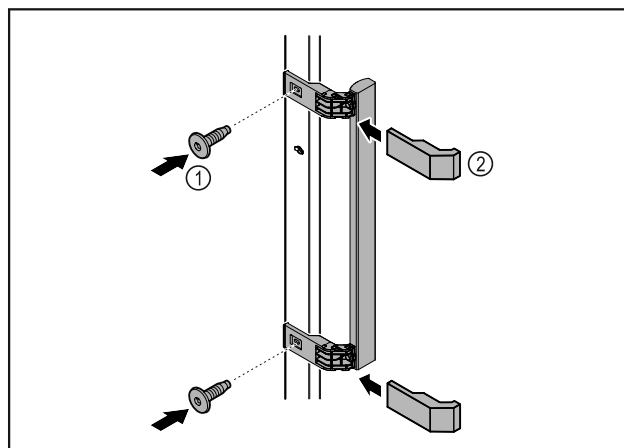

Fig. 9
- Zamontować uchwyt z dodatkowego opakowania na drzwiach przy użyciu dołączonych śrub Fig. 9 (1).
- Założyć osłonę Fig. 9 (2).